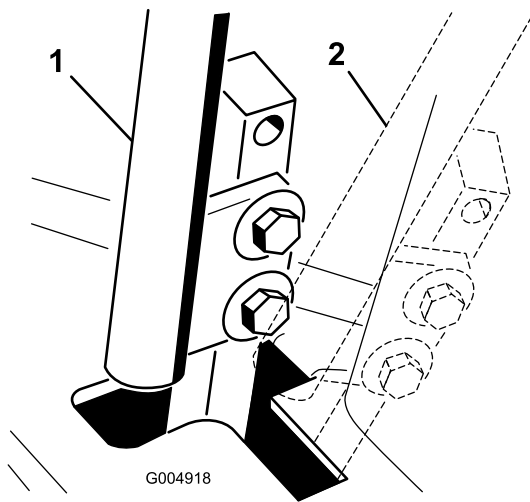

Figura 52
- Mueva la palanca de control a la posición de PUNTO MUERTO, pero **no a la posición de bloqueo** (Figura 52).
- Compruebe la posición de la palanca de control con relación a la muesca de la consola (Figura 52).